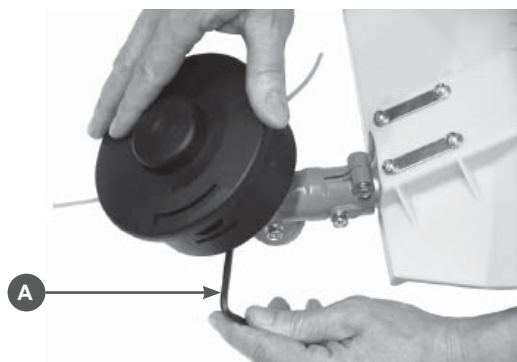

Рис.13
Удерживая стопор (A) открутите косильную головку (Рис.13). Проверьте головку на отсутствие механических повреждений. Отожмите защелки и снимите крышку катушки. Удалите остатки корда с катушки.